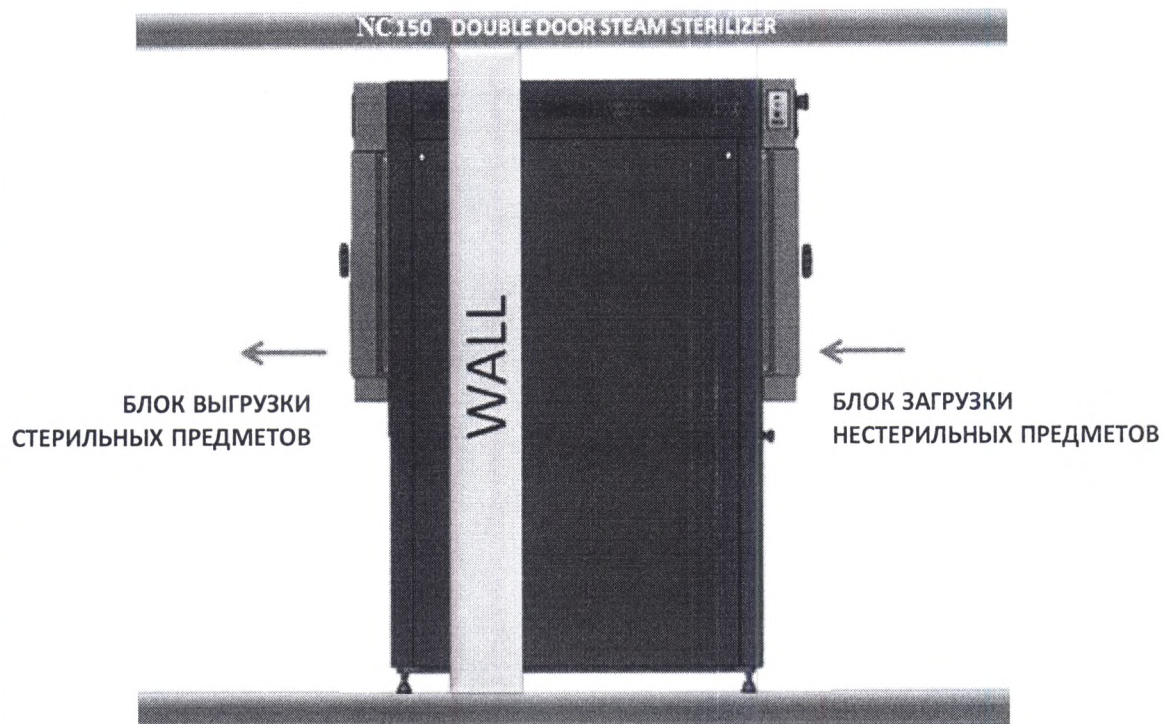

Рис. 1
Паровой стерилизатор NC 150D представляет собой устройство с двумя дверьми, установка которого проводится согласно Рис. 1.
- Место для установки стерилизатора NC 150D должно состоять из двух помещений согласно Рис. 1; одно помещение для загрузки нестерильных предметов, а другое - для выгрузки стерильных (в случае проходного варианта исполнения).